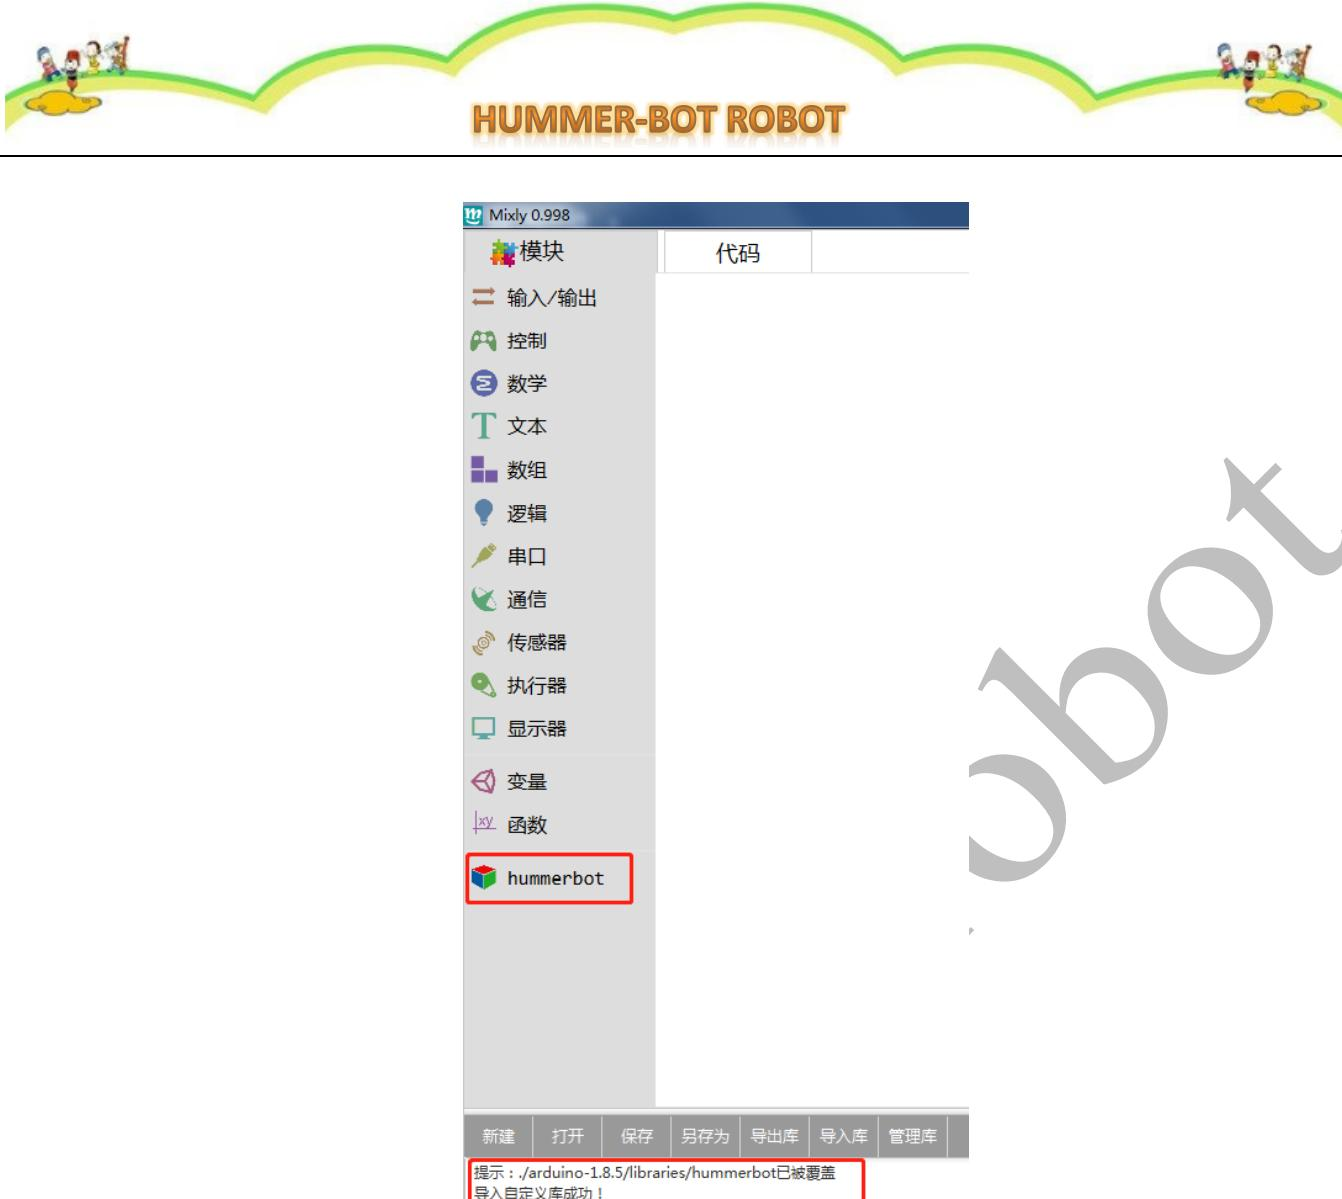

Figure 2-1-1-3
- 5) 点击“hummerbot”，就会显示 hummerbot 积木 Figure 形编程块，如 Figure 2-1-1-4 所示。